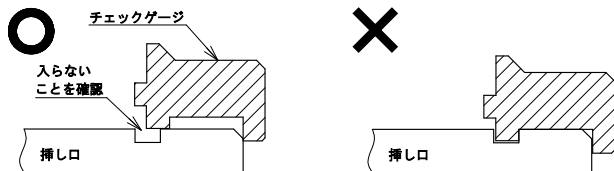

図74 挿し口端面から溝までの距離の確認
- ② チェックゲージが溝と挿し口端面の間に入らないことを確認する(図74)。チェックゲージが入る場合、挿し口端面から溝までの距離が短いので、原因を確認し、新たに挿し口加工をやり直す。なお、呼び径75~250と呼び径300~450ではX寸法(図72参照)が異なるため、使用するチェックゲージが異なる。